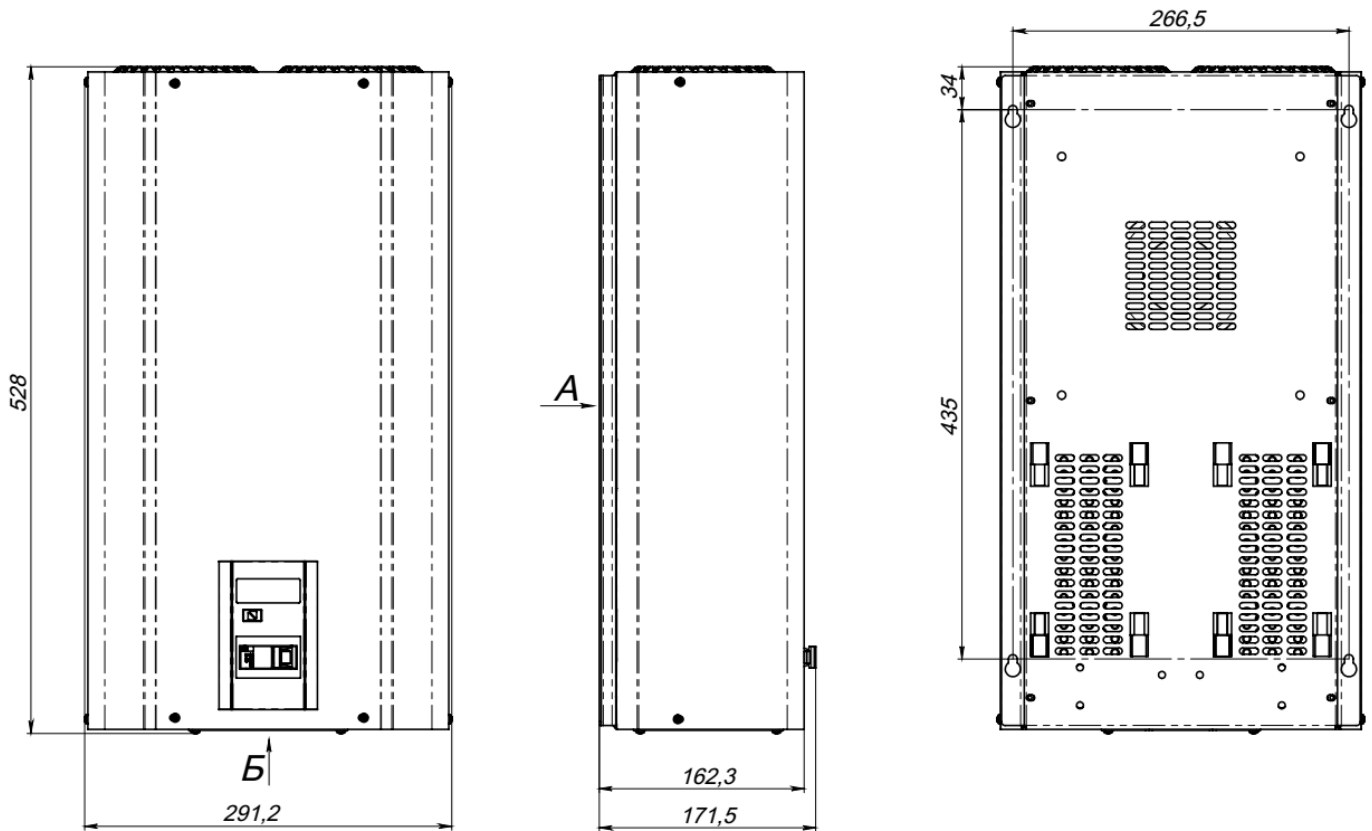

Рисунок 8. Габаритні та установчі розміри стабілізаторів ГИБРИД на 50 и 63А
2. За допомогою викрутки відкрутити 4 гвинти захисної кришки з нижньої частини стабілізатора для доступу до клемної колодці ( див. рисунок 8 ).